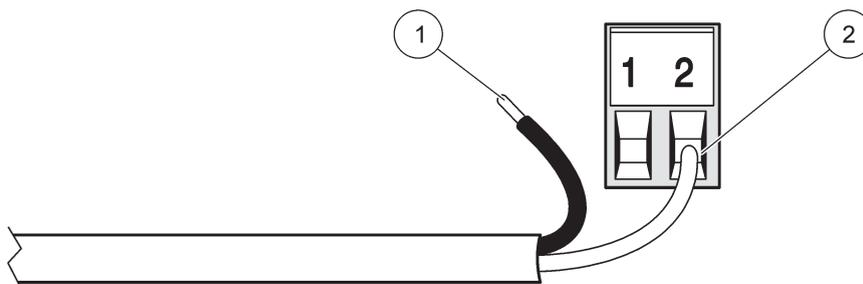
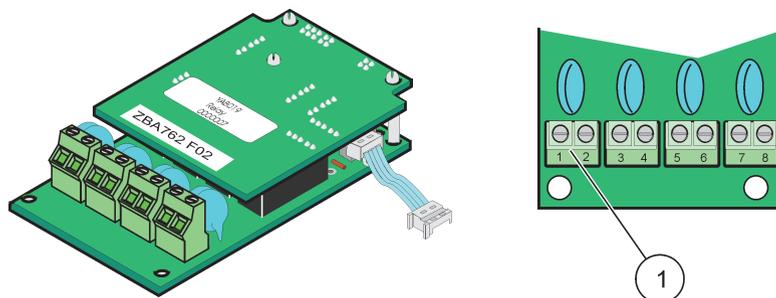
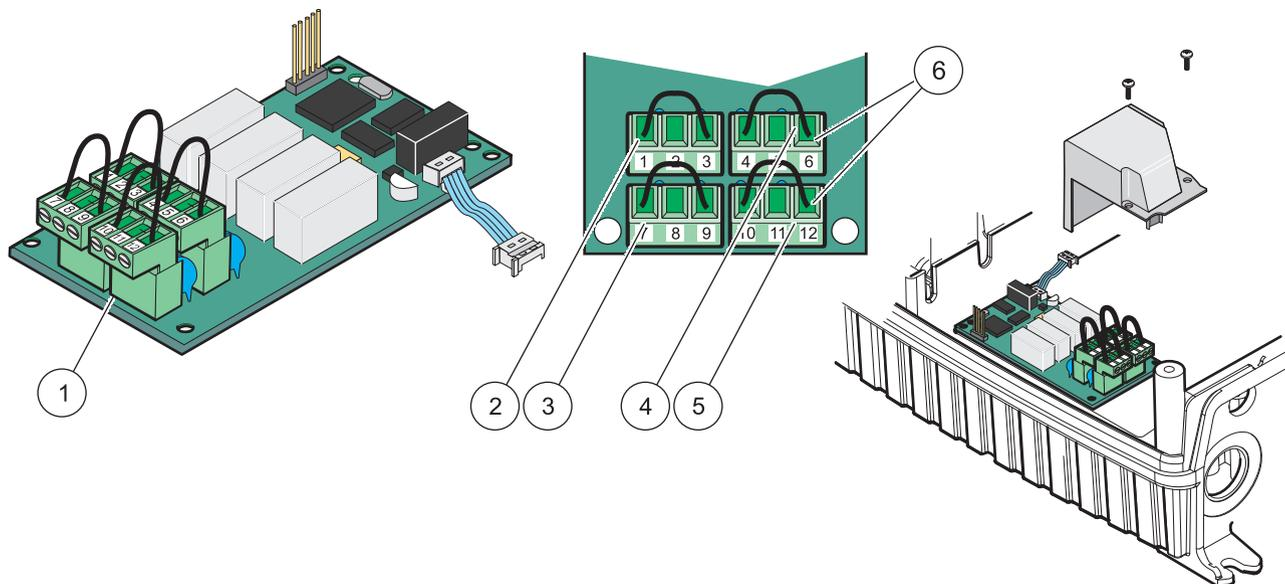

Figure 19 Préparation et insertion appropriées du câble
Figure 20 Carte relais (ancienne version, arrêtée en 2008)
Figure 21 Carte relais (YAB076, commutateur)
5. Alimenter le câble à travers la base du module et correctement préparer et insérer chaque câble (Figure 19) dans la borne selon Figure 20/Tableau 3 et Figure 21/Tableau 4. Tirer doucement après chaque insertion pour s'assurer que la connexion est établie.